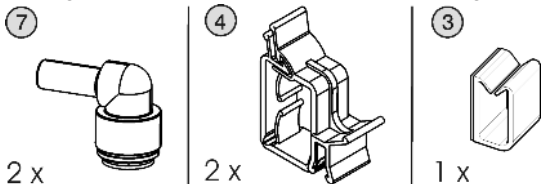

*Fig. 11*
- ▶ De onderste afdekking *Fig. 11 (15)* van boven op de verbindingstrips *Fig. 11 (5)* zetten en aan de onderkant vastklikken.